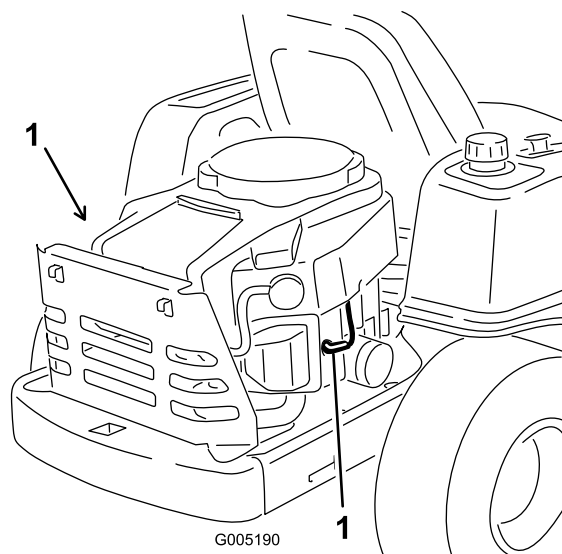

Figura 35
Retire el cable de la(s) bujía(s) (Figura 35).
3. Conecte el cable a la bujía (Figura 35).